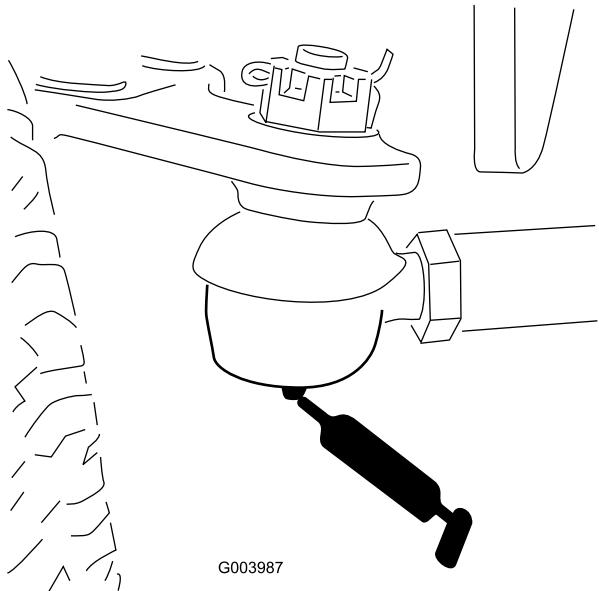

Figura 42
- Tirante del ponte posteriore (2) (Figura 42)